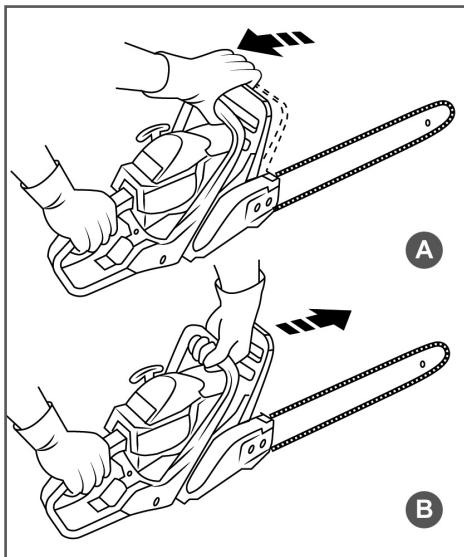

Рис. 7 Проверка механического тормоза цепи
3. Используя тормоз цепи, переместить левое запястье от себя и нажать им на ручку тормоза, не отпуская рукой переднюю рукоятку бензопилы (Рис. 7В).
6. Взведите ручку тормоза (Рис. 7А).
4. Убедитесь, что тормоз цепи включен (цепь заторможена), как показано на Рис. 7В.
После запуска двигателя немедленно выключите тормоз пильной цепи. Для этого потяните ручку тормоза на себя до щелчка (Рис. 7А). Будьте осторожны, цепь начнет движение.